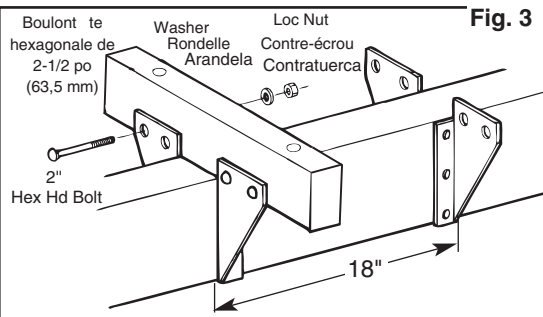

Fig. 5
9. Place chain ends onto swing hangers and crimp hanger closed (see Fig. 5).
9. Coloque los extremos de la cadena sobre los colgadores del columpio y recorte el colgador hasta que se cierre (vea la Fig. 5).
9. Placer l'extrémité des chaînes dans les crochets de balançoire et refermer les crochets (voir la figure 5).